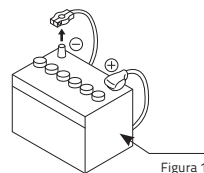

Figura 1
Questo per evitare cortocircuiti durante l'installazione. (Figura 1)
3. Antes de empezar, asegúrese que el borne negativo "-" de la batería este desconectado. Esto es para evitar cortocircuitos durante la instalación. (Figura 1)
Isto é para evitar curto-circuitos durante a instalação. (Figura 1)